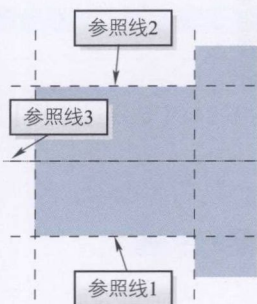
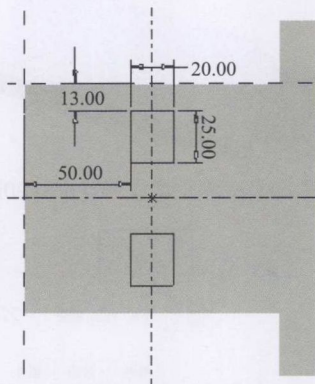

图 1-28 选择参照线
图 1-29 绘制偏移区域
10) 选取端口轮廓线作为参考线, 如图 1-28 所示, 单击对话框中的【关闭】按钮; 在端口所形成的矩形中心处绘制两条垂直的中心线, 运用【矩形】命令绘制如图 1-29 所示的图形, 且两矩形关于中心线对称 (可用【镜像】命令创建, 具体步骤参考注 2)。